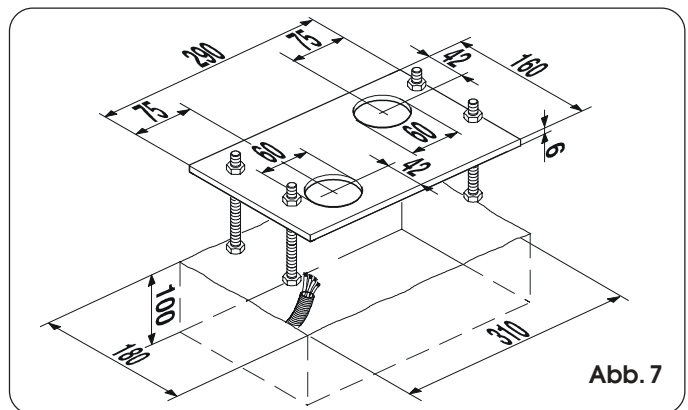

Abb. 7
- 3) Die Fundamentplatte gemäß Abb. 7 ausführen und die Grundplatte einmauern, dabei sind eine oder mehrere Ummantelungen für den Durchgang der Stromkabel vorzusehen. Mit einer Wasserwaage die korrekte waagrechte Position der Grundplatte überprüfen. Abwarten, bis der Zement trocknet.